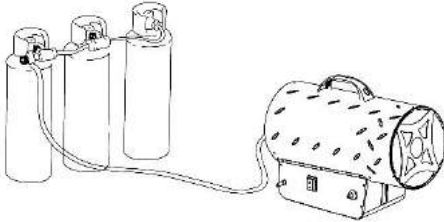

Abbildung 1
1.9. Wenn die Heizung längere Zeit mit maximaler Leistung arbeiten muss, kann sich auf dem Zylinder Eis bilden. Dies ist auf eine übermäßige Dampfenahme zurückzuführen. Nicht aus diesem oder einem anderen Grund sollte der Zylinder beheizt werden. Verwenden Sie einen großen Zylinder oder zwei miteinander verbundene Zylinder, um diesen Effekt zu vermeiden oder zumindest zu verringern (Abbildung 1).